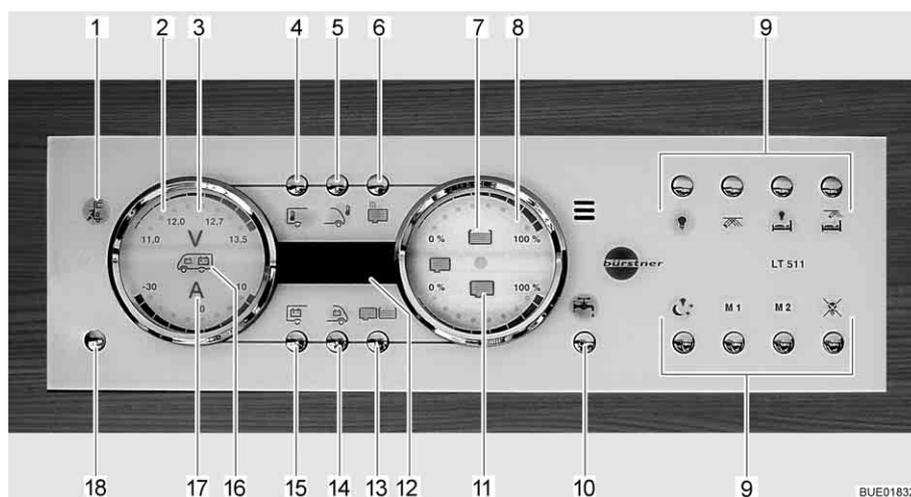

Fig. 139 Pannello di controllo LT 511
La spia di controllo a 230 V (Fig. 139,1) si accende quando all'ingresso della centralina elettrica è presente una tensione di rete.
L'interruttore principale a 12 V (Fig. 139,18) inserisce o disinserisce il pannello di controllo e l'alimentazione a 12 V dell'abitacolo.
- Premere brevemente il tasto dell'alimentazione a 12 V (Fig. 139,18). L'alimentazione a 12 V dell'abitacolo è inserita. L'indicatore di controllo "12 V" si accende.
- ▷ Se dopo l'accensione il LED "11,0" dell'indicazione dei Volt nonché il simbolo dei Volt "V" (Fig. 139,3) nell'indicatore delle batterie (Fig. 139,2) lampeggiano, significa che la tensione della batteria dell'abitacolo è insufficiente. Caricare la batteria.
- ▷ Se dopo l'accensione l'indicatore di controllo "12 V" e il simbolo dei Volt "V" (Fig. 139,3) lampeggiano tre volte, significa che la separazione della batteria è attivata. Disattivare la separazione della batteria.
- Premere brevemente il tasto dell'alimentazione a 12 V (Fig. 139,18). L'alimentazione a 12 V dell'abitacolo è disinserita. L'indicatore di controllo "Alimentazione a 12 V" si spegne.
- Premere il tasto della batteria dell'abitacolo (Fig. 139,15) e tenerlo premuto per ca. 10 secondi. Il simbolo dei Volt "V" (Fig. 139,3) e l'indicatore di controllo "12 V" lampeggiano tre volte. La batteria dell'abitacolo è separata dalla rete di bordo da 12 V.
- Premere il tasto "Alimentazione a 12 V" (Fig. 139,18) e tenerlo premuto per ca. 5 secondi. Il simbolo dei Volt "V" (Fig. 139,3) e l'indicatore di controllo "12 V" lampeggiano tre volte. La batteria dell'abitacolo è collegata alla rete di bordo a 12 V. L'indicatore di controllo si accende dopo ca. 5 secondi.
- Premere il tasto della batteria dell'abitacolo (Fig. 139,15). Il simbolo dei Volt "V" (Fig. 139,3) si accende. Il simbolo degli Ampere "A" (Fig. 139,17) diventa bianco o rosso a seconda del caricamento o dello scaricamento. La tensione della batteria e la corrente della batteria dell'abitacolo vengono indicate attraverso i LED nell'indicatore.
- Premere il tasto della batteria di avviamento (Fig. 139,14). Il simbolo dei Volt "V" (Fig. 139,3) si accende. La tensione della batteria della batteria di avviamento viene indicata attraverso i LED nell'indicatore.
- Premere il tasto dei serbatoi (Fig. 139,13). I simboli del serbatoio dell'acqua (Fig. 139,7) e del serbatoio delle acque grigie (Fig. 139,11) si accendono. I livelli di riempimento del serbatoio dell'acqua (scala superiore) e del serbatoio delle acque grigie (scala inferiore) sono indicati dai LED nell'indicatore.
Il simbolo del serbatoio dell'acqua (Fig. 139,7) o il simbolo del serbatoio delle acque grigie (Fig. 139,11) lampeggia se il serbatoio dell'acqua è vuoto o il serbatoio delle acque grigie è pieno.
Attraverso l'indicatore digitale (Fig. 139,12) è possibile visualizzare la temperatura interna e la temperatura esterna.